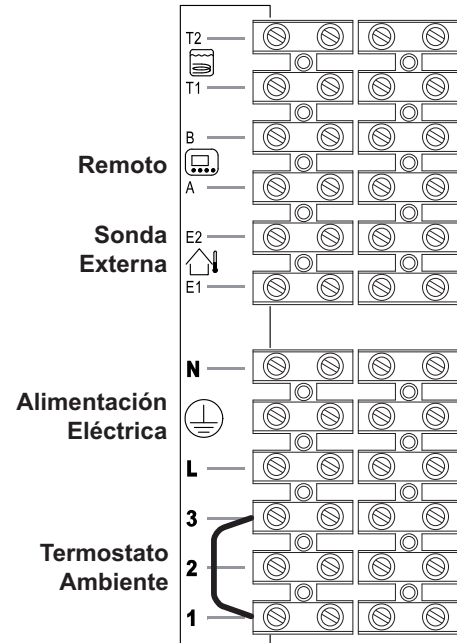
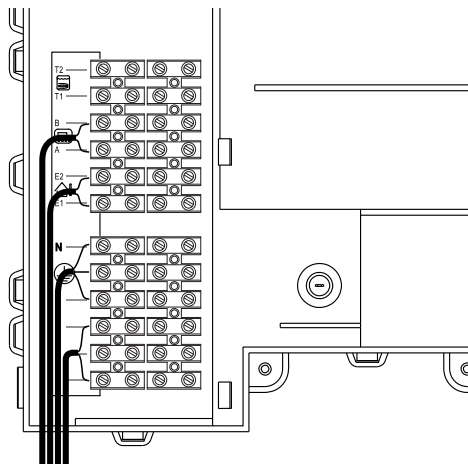

Figura 5.17
Figura 5.18
- Conecte el cable de alimentación eléctrica procedente del interruptor onnipolar a la bornera de alimentación eléctrica de la caldera Figura 5.17 respetando la correspondencia de la línea (hilo marrón) y del neutro (hilo azul claro).
El cable o los hilos de alimentación eléctrica de la caldera y del termostato de ambiente deben seguir el recorrido indicado en la Figura 5.18.
Para conectar un termostato de ambiente use los bornes indicados en la Figura 5.17
Para conectar válvulas de zona use los bornes del termostato de ambiente indicados en la Figura 5.17 y Figura 5.18. Los conductores eléctricos de los contactos del microinterruptor de la válvula de zona deben conectarse a los bornes "1 y 3" de la bornera del termostato de ambiente, como en la Figura 5.18.
Los hilos de conexión de la sonda externa deben seguir el recorrido indicado en la Figura 5.18.
El cable del control remoto debe seguir el recorrido indicado en la Figura 5.18.